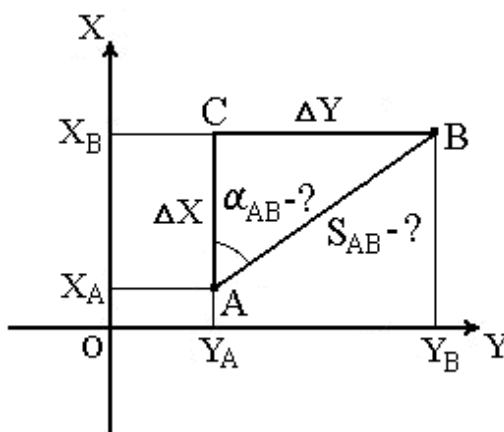

Рис. 2.
2. При известных координатах точек А ( $X_A, Y_A$ ) и В ( $X_B, Y_B$ ) необходимо найти длину  $S_{AB}$  и направление линии АВ: румб  $r_{AB}$  и дирекционный угол  $\alpha_{AB}$  (рис.2).